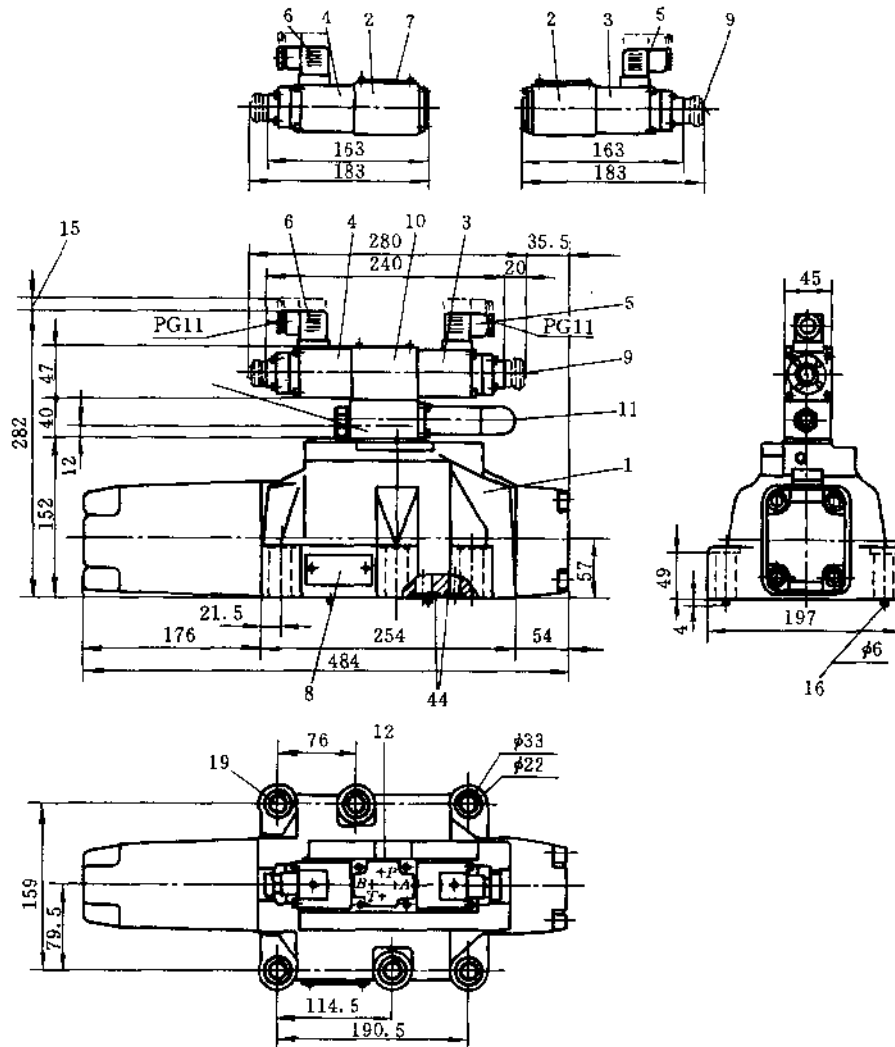

图 21.7-41 4WR 型(32 通径)先导式比例换向阀外形尺寸
• 4WR 型(32 口径)先导式比例换向阀外形尺寸见图 21.7-41。